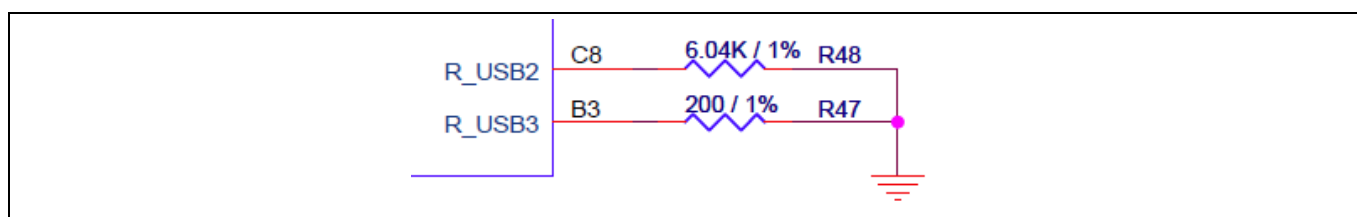

Figure 14 USB2 と USB3 リファレンス抵抗
- 1%誤差の 6.04k $\Omega$  高精度抵抗を通じて R\_USB2 ピンをグラウンドに接続します。R\_USB3 ピンは 1%誤差の 200 $\Omega$  高精度抵抗を通じてグラウンドに接続する必要があります。Figure 14 を参照してください。